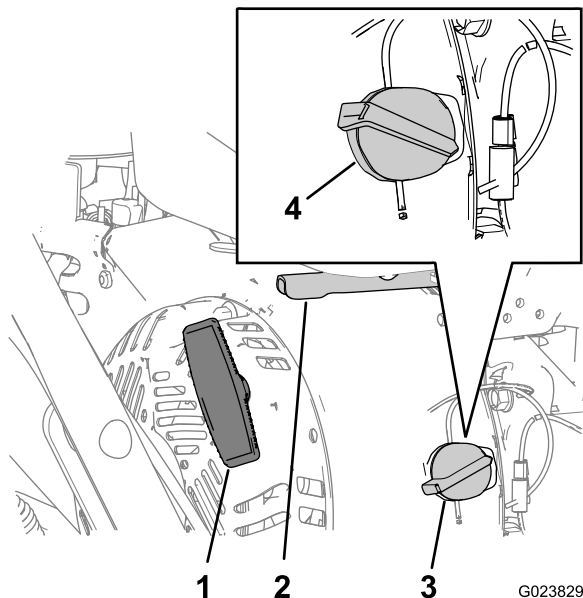

图10
1. 在发动机右侧，将发动机开启/关闭开关顺时针旋转至“开启”位置（图10）。
3. 将阻风门放在发动机右后侧“慢速”与“快速”位置的中间（图10）。
4. 缓慢拉动发动机反冲手柄，直至感到有阻力时停止。让反冲手柄返回，然后快速平直拉出（图10）。
2. 将油门放在“快速”与“慢速”位置的中间（图10）。
3. 让发动机至少运行 15 秒钟，然后将发动机开启/关闭开关旋转至“关闭”位置，停止发动机（图10）。